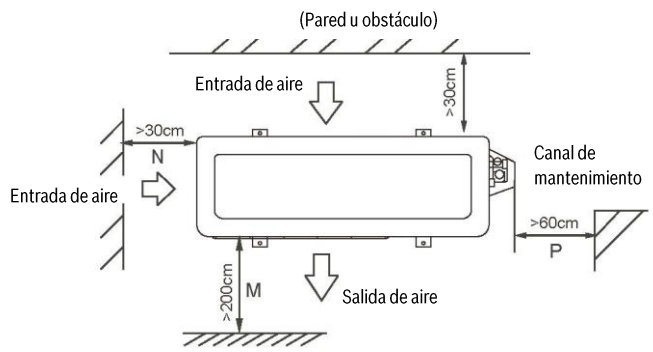

Fig. 6-5
- La distancia mínima entre la unidad exterior y obstáculos, descrita en la tarjeta de instalación no significa que la misma pueda ser aplicada a la situación de una habitación hermética. Dejar abiertas dos de tres direcciones (M, N, P) (véase Fig. 6-5)